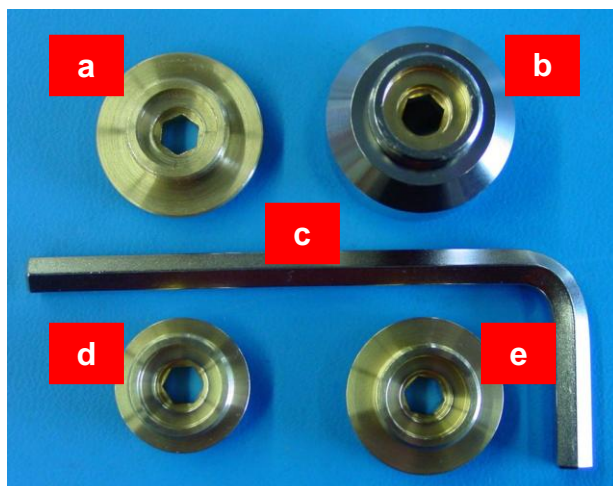

図 4-2. レボルバ用アダプターと六角キー
- 顕微鏡のレボルバ用アダプター 1 セット 4 個組み(図4-2)。
- 六角キー(図4-2)。